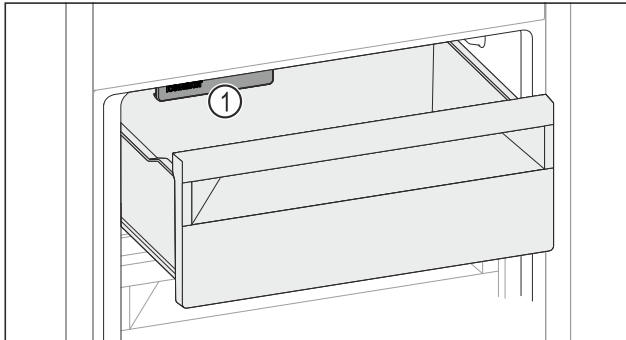

Fig. 170
- Tenere in considerazione l'IceMaker Fig. 170 (1).